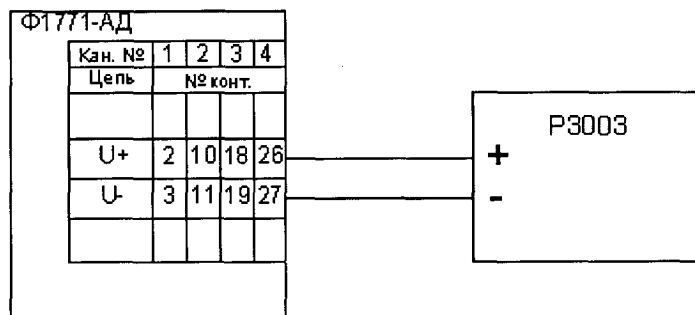
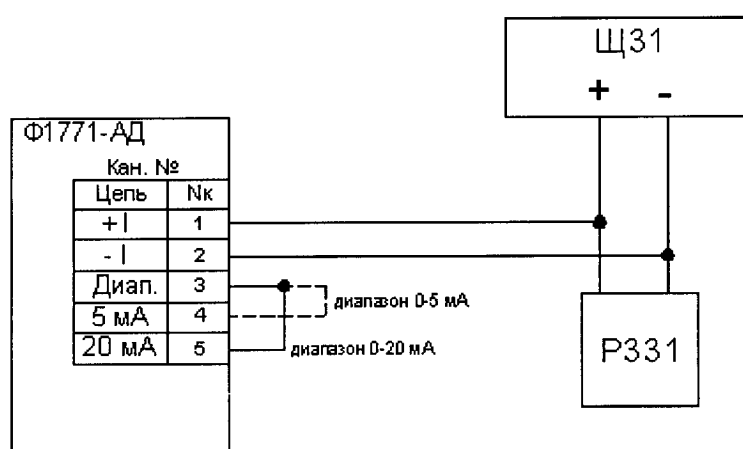

Рисунок 37 – Схема подключения входных каналов для U в диапазонах до ± 2 В и сигналов ТП.
Рисунок 42 – Сема подключения выходного канала.
- 2) выполнить соединения в соответствии со схемами поверки (рисунок 37 – рисунок 42);